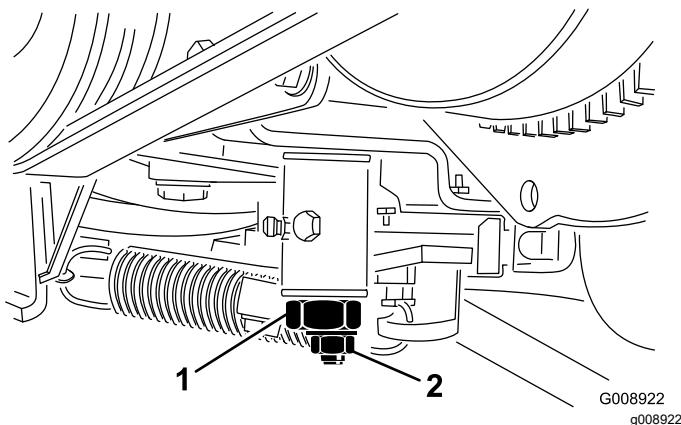

Figura 53
4. Desaperte a porca de bloqueio no excêntrico de tração (Figura 53).